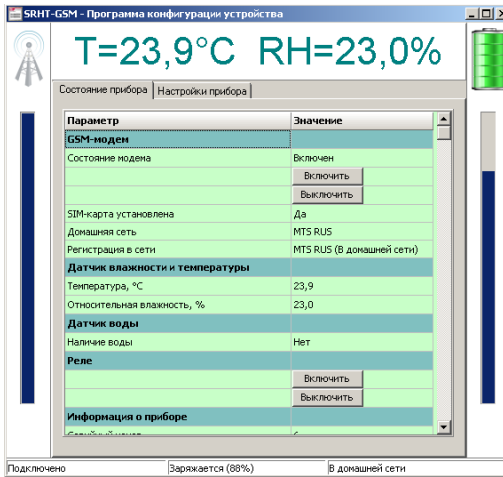

Рисунок 2
- «Показать окно» – откроет окно (рисунок 2), так же окно открывается при подключении датчика к ПК;